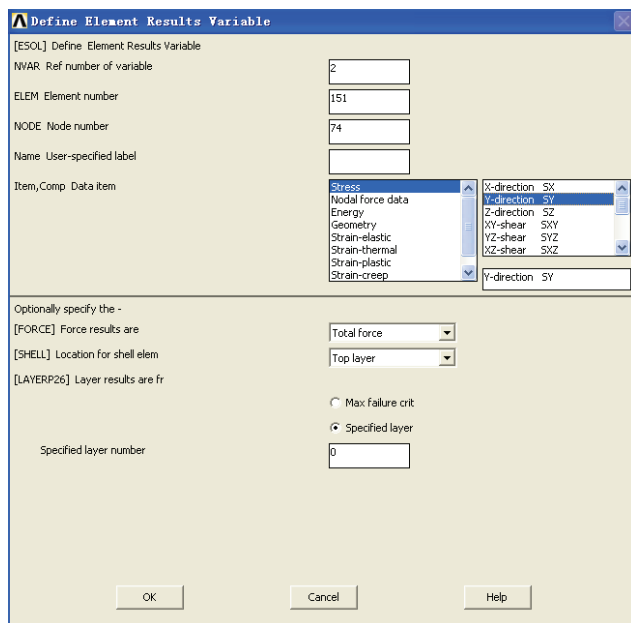

图 5-81 定义时间历程变量
13) 选择 Main Menu | TimeHist Postpro | Define Variables 命令, 出现 Define Time-History Variables 对话框, 单击 Add 按钮, 出现 Add Time-History Variable 对话框, 选中 Element results, 单击 OK 按钮, 出现 Define Elemental Data 拾取菜单, 在输入栏中输入 ELEM, 单击 OK 按钮, 出现 Define Nodal Data 拾取菜单, 在输入栏中输入 NTOP, 单击 OK 按钮, 出现 Define Element Results Variable 对话框, 参照图 5-81 所示对其进行设置, 单击 OK 按钮关闭该对话框。
提示: 图 5-81 中的单元及节点编号分别为变量 ELEM 及 NTOP 所代表的数值。